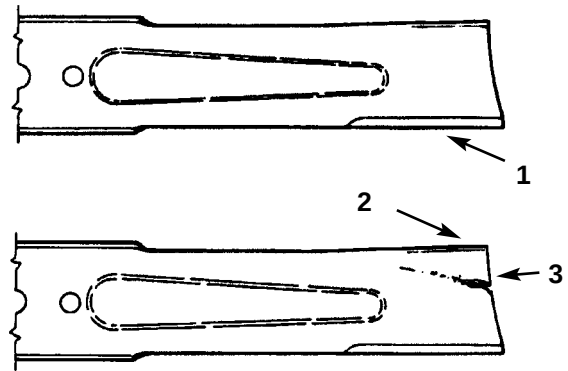
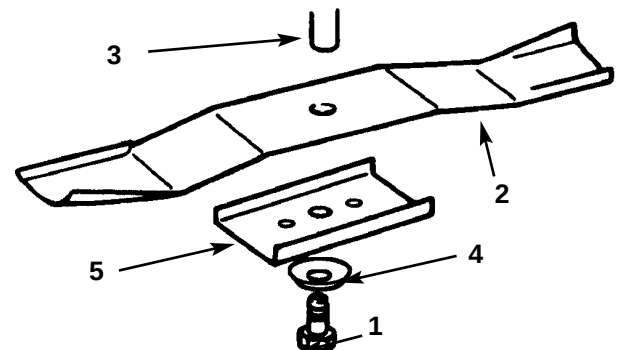

Fig. 34
Fig. 35
2. Undersøg skærene (fig. 34). Hvis skærene ikke er skarpe eller har hak, skal kniven (ene) fjernes og slibes; se *Slibning af kniven (ene)*.
3. Undersøg kniven (ene), især det buede område (fig. 34). Hvis man finder nogen beskadigelse, slid eller revnedannelse på dette sted (fig 35), skal der omgående monteres en ny kniv.
3. Fjern bolt (5/8" nøgle), den buede skive og kniven (Fig. 35). En trækloids kan sættes fast mellem kniven og klippeenheten for at låse kniven, når bolt fjernes.
1. Montér kniven, knivholderen, den buede skive (med fordybningen mod kniven) og knivbolten (fig. 35).